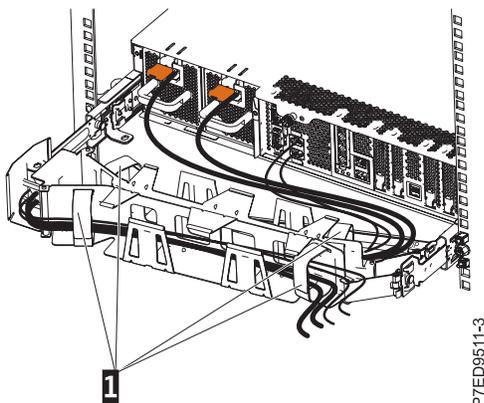

Abbildung 18. Netzkabel anschließen und verlegen
8. Verlegen Sie die Netzkabel und anderen Kabel (für Tastatur, Monitor und Maus, falls erforderlich) am Kabelträger (1). Schließen Sie alle Kabel außer dem Netzkabel an der Rückseite des Servers an. Sichern Sie die Kabel mit Kabelbindern oder Klettverschluss (siehe Abb. 18).